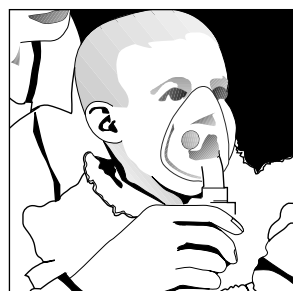

Figure 7
12. En cas d'utilisation d'un masque à aérosols, mettre le masque par-dessus la bouche et le nez **Figure 7**. À mesure que l'aérosol commence à s'écouler, inspirer profondément et lentement par la bouche et expirer ensuite lentement.